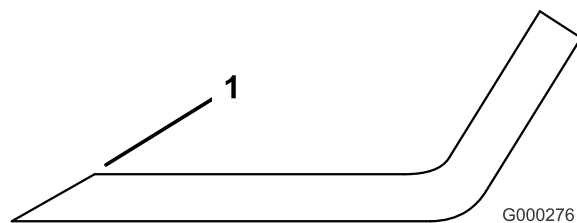

Bild 29
3. Prüfen Sie die Schnittkanten der Messer. Schärfen sie, wenn die Kanten stumpf sind oder Kerben haben. Schärfen Sie nur die Oberseite der Schnittkanten und behalten dabei den ursprünglichen Schnittwinkel bei, um die Schärfe des Messers zu gewährleisten (Bild 29). Das Schnittmesser behält seine Auswuchtung bei, wenn von beiden Schnittkanten die gleiche Materialmenge entfernt wird.